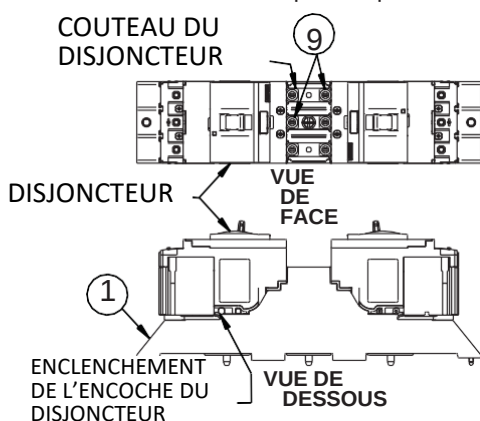

Fig. 6
8. **Reportez-vous à la Fig. 6**